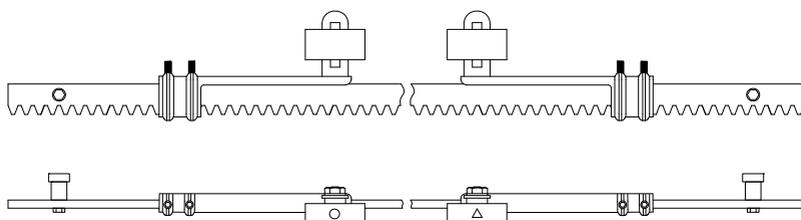

Рисунок 8. Кронштейны конечных положений магнитного выключателя (ARW-600MKIT / ARW-1000MKIT / ARW-2000MKIT)
- **для магнитных выключателей** магнит кронштейна был в зоне магнитного выключателя, примерно посередине (Рисунок 8).